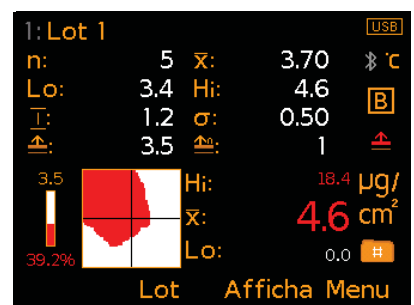

Fig. 7: Statistiques & Carte succès/échec
- **Carte succès/échec (Fig. 7)** : représentation visuelle de la contamination saline. Les zones où les niveaux de sels solubles sont supérieurs à la limite établie sont colorées en rouge, celles où ils sont inférieurs en blanc. La barre située à gauche de la cartographie Bon/Mauvais indique la limite (au-dessus de la barre) ainsi que le pourcentage de la zone de test au-dessus de la limite définie (sous la barre). La barre est également une indication visuelle du pourcentage Bon/Mauvais. Les valeurs Maxi (Hi), Mini (Lo) et Moyenne ( $\bar{x}$ ) pour la mesure en cours se trouvent sur la droite.